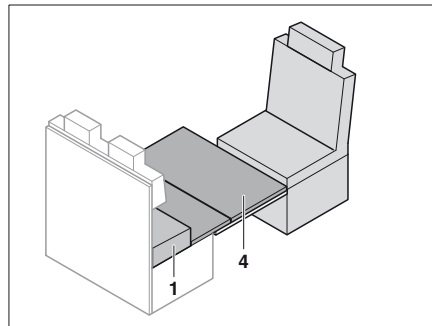

Bild 192 Lägg på underlägget för extrasängen
- Lägg underlägget för extrasängen (Bild 192,4) på bordet. Lägg då den främre kanten för underlägget för extrasängen direkt på förarstolen.